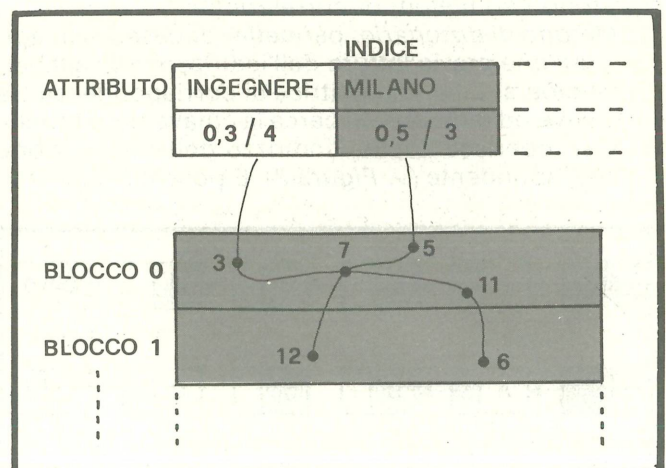

Figura 10 - Strutture a liste multiple.
- **Strutture a liste multiple:** ricordano molto le uscite invertite, solo che in corrispondenza degli attributi sono memorizzati solo l'indirizzo di inizio della sottolista e la lunghezza di essa; inoltre la memoria in cui sono registrate le sottoliste è suddivisa in blocchi (v. Figura 10). Ogni registrazione è indirizzata dal numero del blocco e dall'indirizzo all'interno di esso. Quando si ricerca un elemento, si recupera con un solo accesso l'intero blocco, per cui si può avere risparmio di tempo, ed è quindi preferibile memorizzare i dati, per quanto possibile, in uno stesso blocco. Nella figura 10 si vede un esempio in cui le liste relative agli attributi INGENERE e MILANO sono lunghe rispettivamente 4 e 3, ed iniziano l'una nel blocco 0 con l'elemento 3, e l'altra, sempre nel blocco 0, ma con l'elemento 5. Inoltre si vede che possono esservi elementi come il 7, comuni a più liste. Le liste multiple, rispetto a quelle invertite, hanno il vantaggio di essere di più facile aggiornamento e programmazione, ma comportano tempi più lunghi di ricerca per lo scorrimento delle liste,